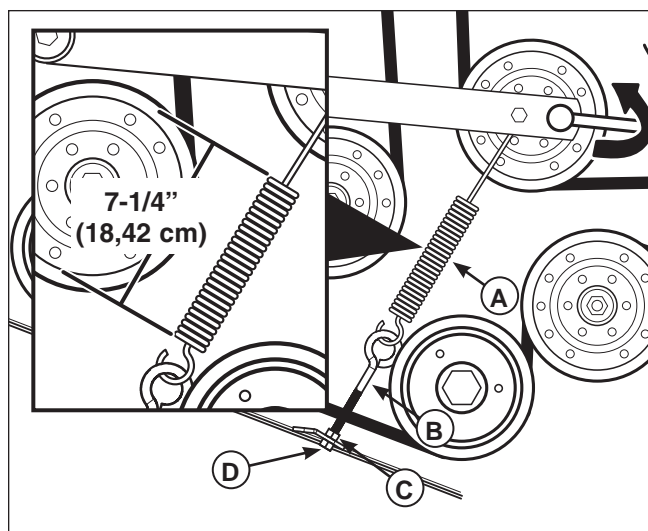

Figura 46. Longitud del resorte del rodillo tensor de la correa del cortacésped
3. Mida la longitud de bobina del resorte del tensor de la correa del cortacésped (A, Figura 46). La medida debe equivaler a 7-1/4" (18,42 cm). Si la medida no equivale a 7-1/4" (18,42 cm), ajuste el perno de anclaje (B).